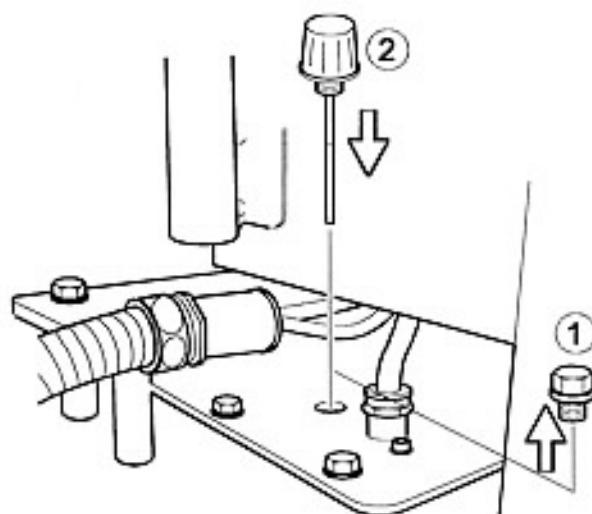

Bild 16 / Fig. 16
⇒ Remove the transport screw plug (fig.16, pos.1) from the hydraulic servo unit and insert the enclosed vent screw with oil-level gauge (fig.16, pos.2).
⇒ Enlever le bouchon fileté (fig.16, pos.1) de l'unité de pression hydraulique et mettre en place la vis de purge d'air avec jauge de niveau d'huile incluse dans la livraison (fig.16, pos.2).
⇒ Transport-Verschlußschraube (Bild 16, Pos. 1) am Hydraulikaggregat entfernen und die beiliegende Entlüftungsschraube mit Ölmeßstab (Bild 16, Pos. 2) einsetzen.